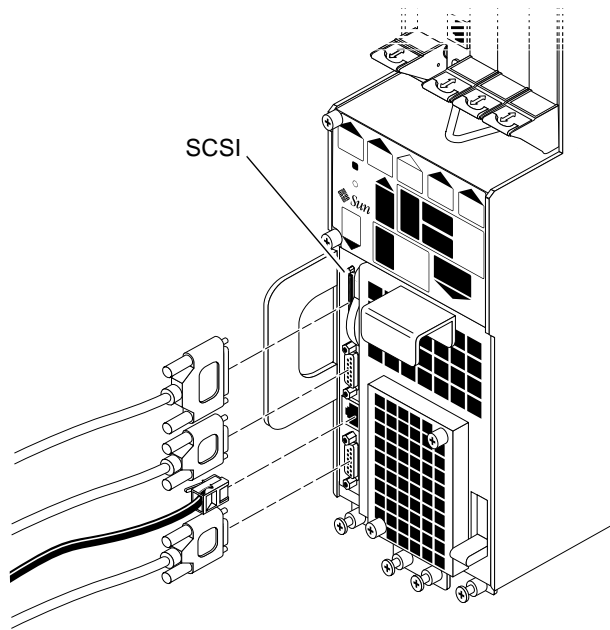
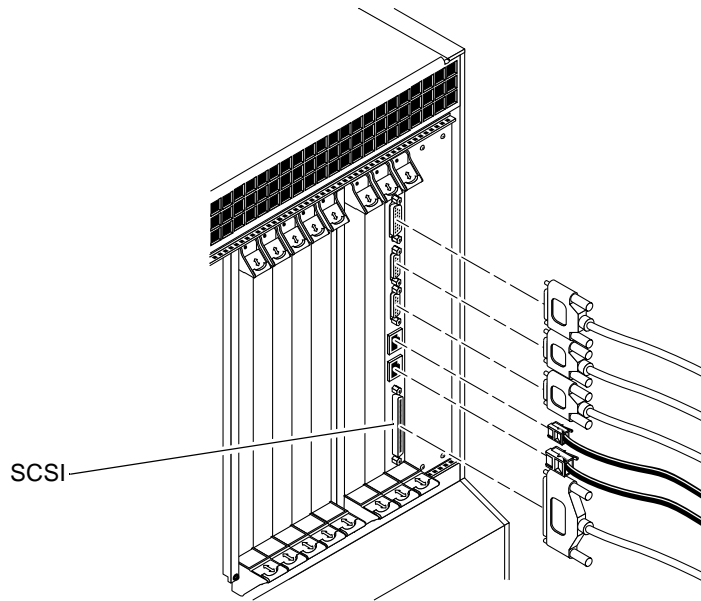
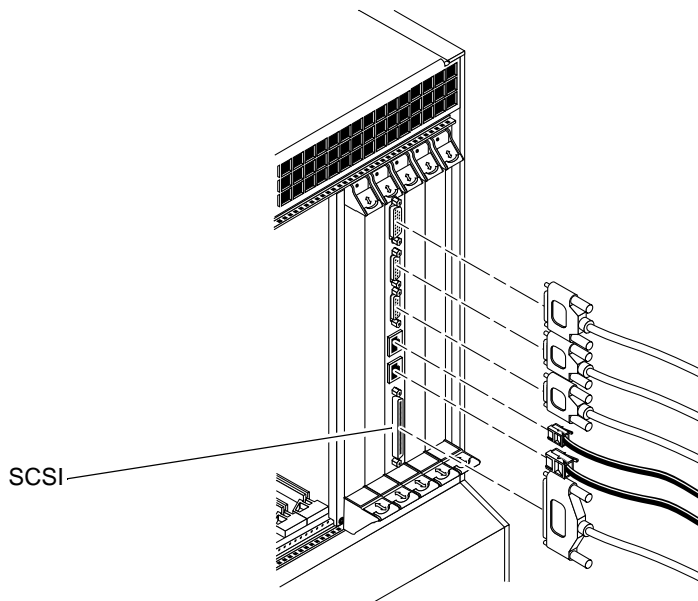

図 5-43 CPU 前面切り替えカード上の SCSI ポートの位置 (Netra ct 400 サーバー)
図 5-44 CPU 背面切り替えカード上のコネクタ (Netra ct 800 サーバー)
図 5-45 CPU 背面切り替えカード上のコネクタ (Netra ct 400 サーバー)
- 前面操作モデルの Netra ct 400 サーバーの場合、SCSI ポートは電源装置左側の CPU 前面切り替えカードに配置されます (図 5-43)。
- Netra ct 800 サーバーまたは Netra ct 400 サーバーの背面操作モデルでは、SCSI ポートは入出力スロットのシャーシ背面に取り付けられた CPU 背面切り替えカード上に位置します。これは Netra ct 800 サーバーでは入出力スロット 1、Netra ct 400 サーバーでは入出力スロット 3 です。図 5-44 は、Netra ct 800 サーバーの CPU 背面切り替えカード上のコネクタの位置、図 5-45 は、Netra ct 400 サーバーの CPU 背面切り替えカード上のコネクタの位置を示します。CPU 背面切り替えカードは、Netra ct 800 サーバーと Netra ct 400 サーバーで同一です。背面カードケージの位置だけが異なります。
- 外部 SCSI 装置を Netra ct 400 サーバーの CPU 前面切り替えカードに接続している、またはどちらかの型の Netra ct サーバーの CPU 背面切り替えカードに接続している場合、VHDC と SCSI 3 間にあるアダプタケーブルの VHDC 側を切り替えカードの SCSI ポートに接続します (図 5-43、図 5-44、図 5-45 を参照)。